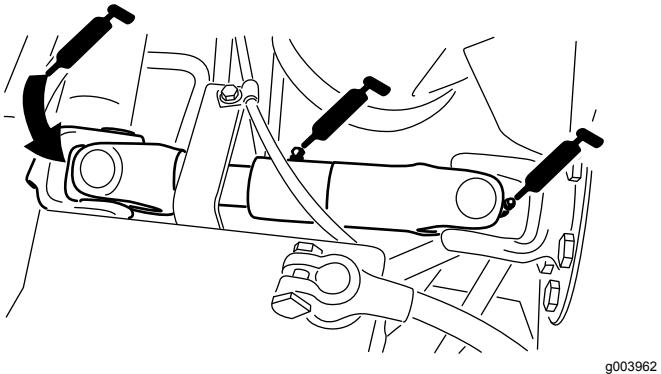

Figura 38
- Giunto a U dell'albero di trasmissione della pompa (3) (Figura 38)